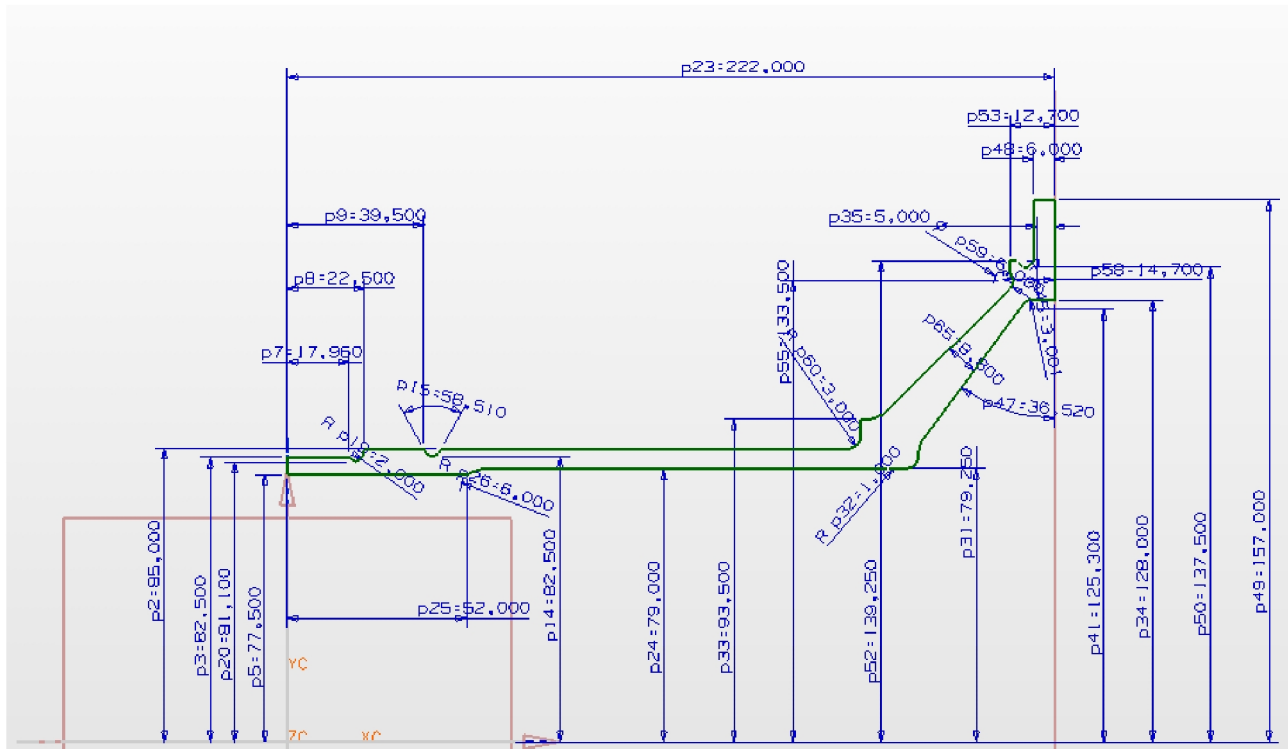

Рис. 114. Образмеренный эскиз переднего носка
5. Расставьте размеры и взаимосвязи, определяющие геометрию меридионального сечения переднего носка. Законченный эскиз должен выглядеть, как показано на Рис. 114.
6. Создайте тело вращения, используя полученное сечение (Рис. 114): **Revolved Body: Insert** → **Design Feature** → **Revolve...**: